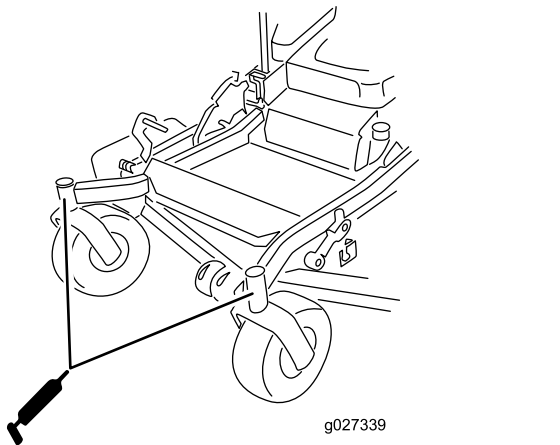

Figure 42
10. Remettez le bouchon hexagonal et le capuchon antipoussière en place (Figure 42).
11. Graissez les roulements des roues pivotantes (Figure 42).